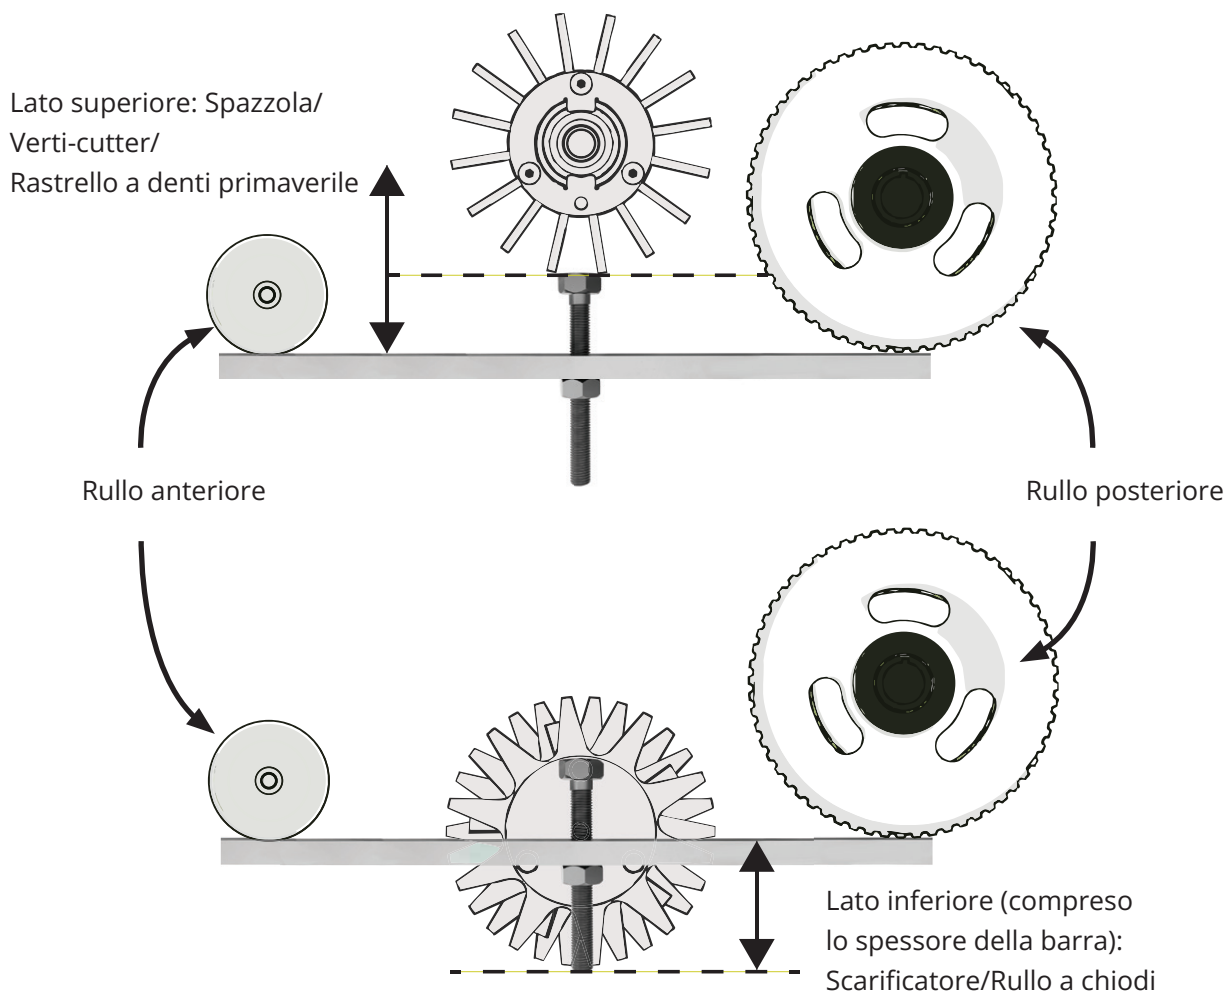

Fig.10. Misurazione della barra di regolazione per le cassette sopra/sotto il livello del terreno
3. Sulla barra di regolazione, regolare il bullone rispetto alla riga fino a quando la distanza sopra o sotto la barra di regolazione (rispettivamente a rapporto con la testa o con l'estremità del bullone) corrisponde a quella desiderata (Fig. 10). Nota:
7. Ruotare l'ingranaggio dentato per sollevare o abbassare il rullo anteriore. Mentre si esegue questa operazione, sollevare la barra di regolazione per riposizionarla tra il rullo anteriore e quello posteriore. Interrompere la regolazione quando le punte delle setole delle spazzole/dei verti-cutter sono a livello con la testa del bullone, o quando le punte dello scarificatore/rullo a chiodi sono a livello con l'estremità del bullone. (Fig. 10). Stringere leggermente il dado del morsetto superiore.